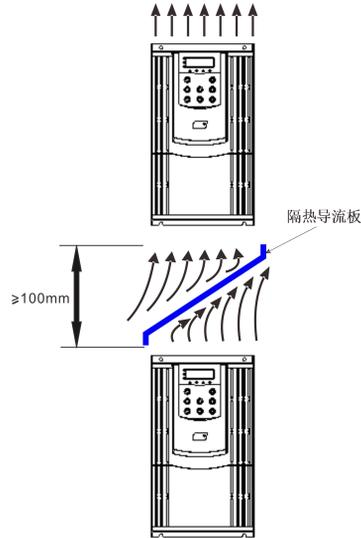

图3-2. ES100驱动器安装示意图
- 1) 请垂直安装驱动器，便于热量向上散发。但不能倒置。若柜内有较多驱动器时，最好是并排安装。在需要上下安装の場合，请参考图3-2的示意，安装隔热导流板。